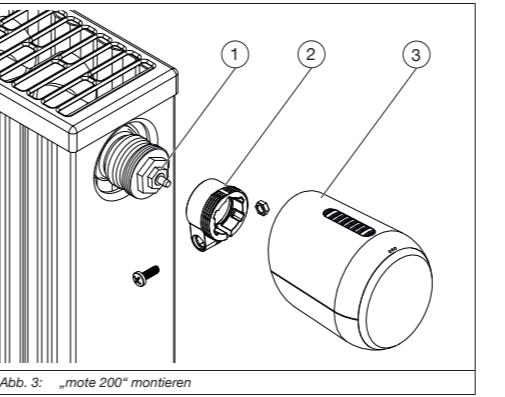

Abb. 3: „mote 200“ montieren
3. Wählen Sie soweit notwendig einen passenden Adapter für den „mote 200“ (siehe Abb. 3) und montieren Sie diesen auf das Heizungsventil.